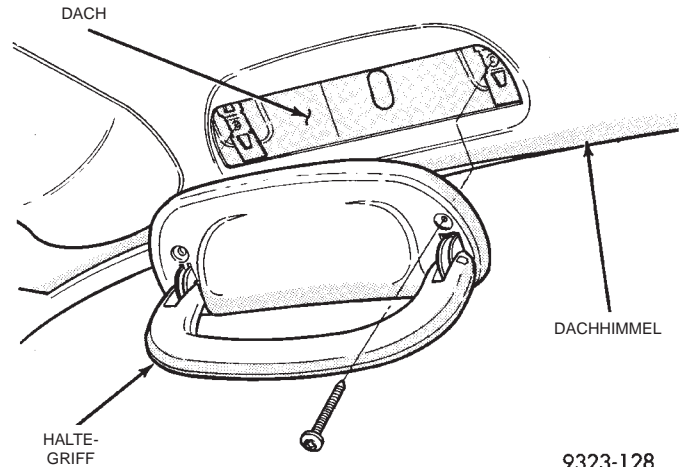

Abb. 28 Haltegriff vorn
- (1) Haltegriff nach unten ziehen und halten.
- (2) Schrauben lösen, mit denen der Haltegriff am Dach befestigt ist (Abb. 28).
- (3) Haltegriff aus dem Fahrzeug ausbauen.